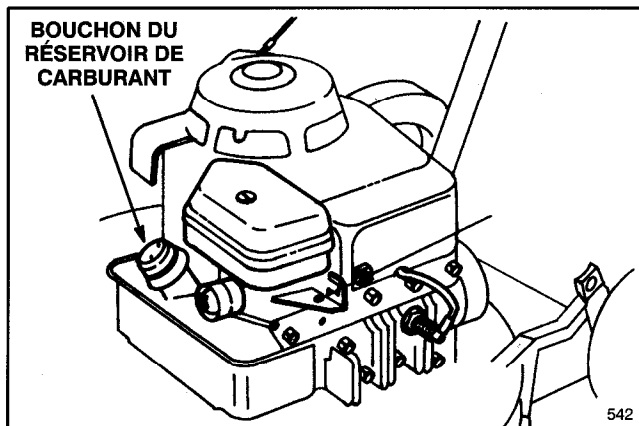

Figure 6
1. Nettoyer le pourtour du bouchon d'essence et le retirer (Fig. 6). Remplir d'essence sans plomb jusqu'à 6 ou 13 mm (1/4 ou 1/2 pouce) du haut du réservoir. L'espace laissé libre permettra l'expansion du carburant.